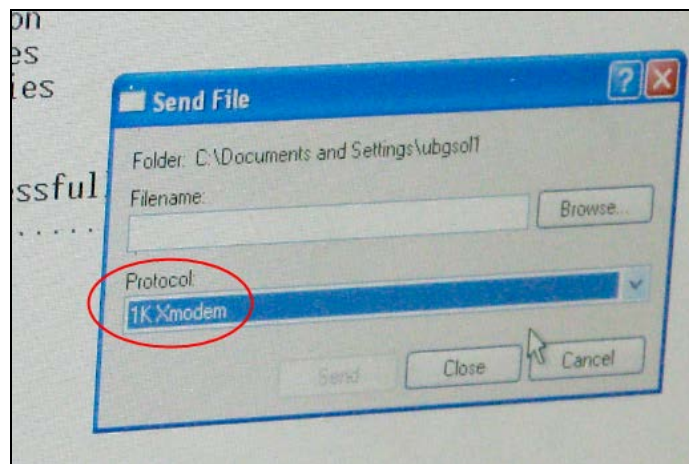

Fig.22
7. Dans la boîte de dialogue « Send File », s'assurer que le protocole indique « 1K Xmodem » (Fig.22).